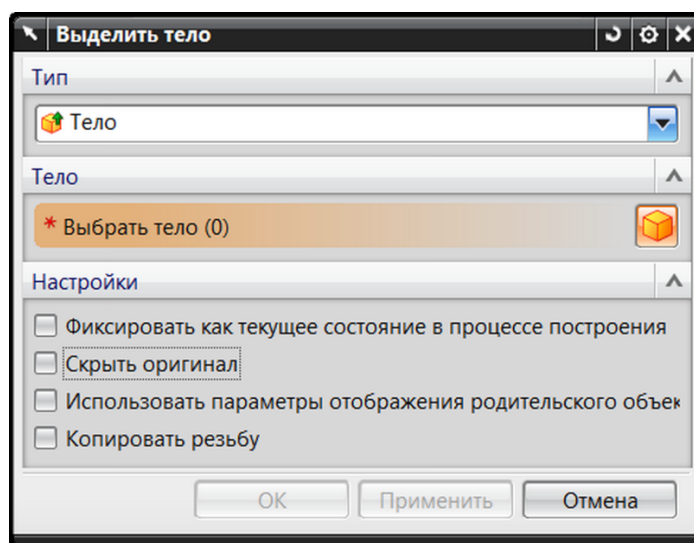

Рис. 2.2. Окно **Выделить тело**
- откройте окно, используя меню **Вставить – Ассоциативная копия – Выделить тело** (рис. 2.2);